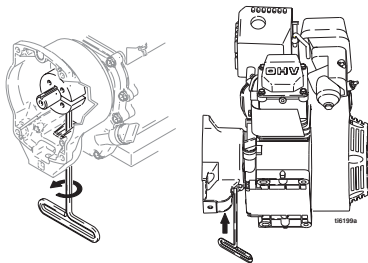

FIG. 9
3. FIG. 9. Inclina el motor hacia un lado de forma que el depósito de gasolina esté hacia abajo y el depurador de aire hacia arriba.